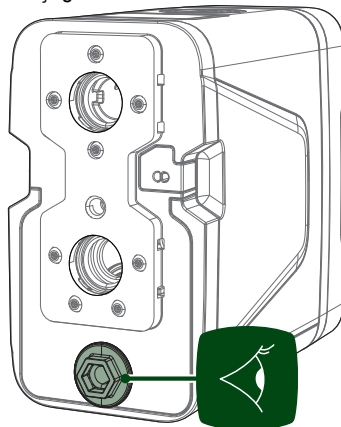

Fig. 14 Bouchon de vidange
7. procéder à la vidange complète de la pompe en dévissant et en retirant soigneusement le bouchon de vidange (voir Fig. 14 Bouchon de vidange Si le bouchon de remplissage (VNR) est également retiré ou desserré suffisamment pendant l'opération (voir Fig. 10 Action de remplissage – Position correcte du bouchon VNR, la pompe se vide plus facilement et toute la conduite de refoulement est également vidangée.